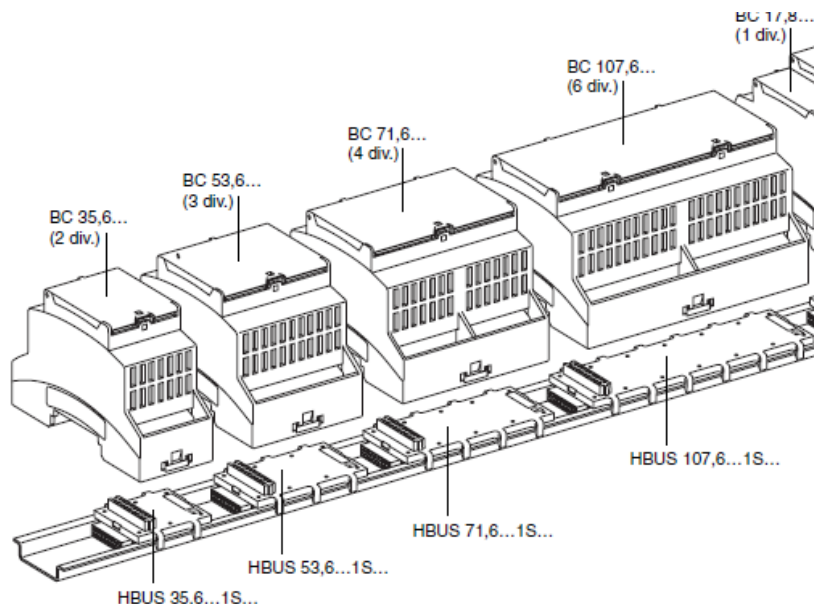

Рис. 9.1. Установка контроллера UNI704 и модулей на DIN-рейку
- 9.2 Для крепления на DIN-рейке (см. рис. 9.1) используют пружинящую защелку, которую оттягивают в сторону от корпуса с помощью отвертки, затем надевают корпус на 35-мм DIN-рейку и защелку отпускают.